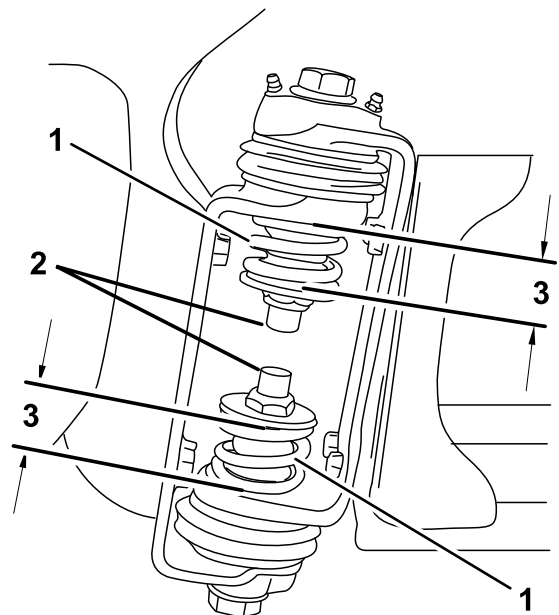

図 49
3. ブームが開いた状態で、ブーム蝶番の部分で上部スプリングと下部スプリングの圧縮状態の長さを測定する 図 49。